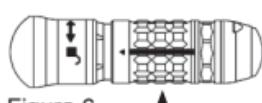

Figura 6
3. Segurar firmemente no manípulo com uma mão e com a outra mão empurrar e rodar a manga de libertação do acessório de ligação até que a seta fique alinhada com o símbolo desbloquear (Figura 6).